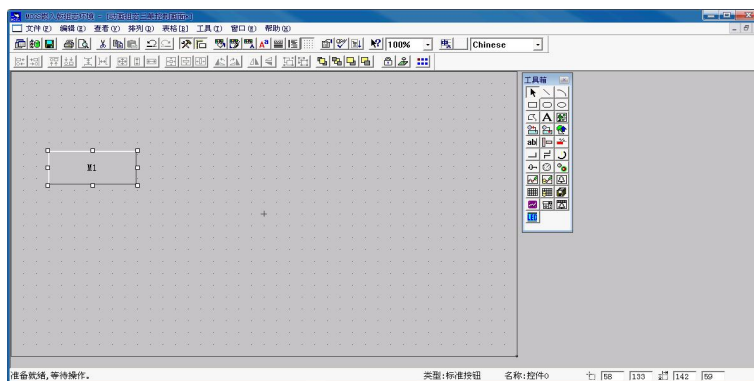

图 5 放置按钮图元
**按钮：**从工具箱中单击“标准按钮”，拖放按钮构件放到窗口中。双击该按钮打开“标准按钮构件属性设置”对话框，将“文本”修改为M1，点击确认按钮，如图5所示。